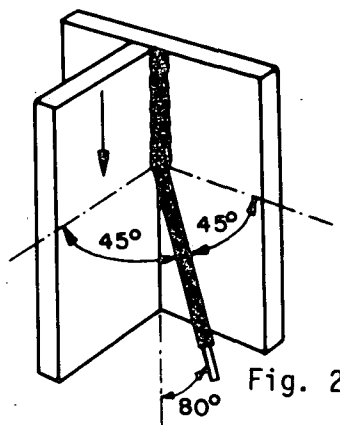

Fig. 2
1) Mantenha a inclinação e velocidade de avanço do eletrodo constantes nas bordas da junta (fig. 2).